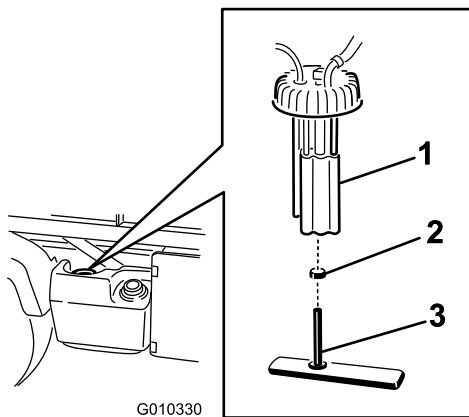

Figure 39
2. Débranchez les connecteurs des faisceaux de câblage de la pompe à carburant (Figure 39).
3. Desserrez le collier et débranchez la conduite d'alimentation du bouchon de la pompe à carburant (Figure 39).
4. Enlevez le bouchon de la pompe à carburant au sommet du réservoir de carburant (Figure 39).
5. Déposez la pompe à carburant et le filtre à carburant du réservoir (Figure 39).
7. Débranchez le flexible du raccord (Figure 39).